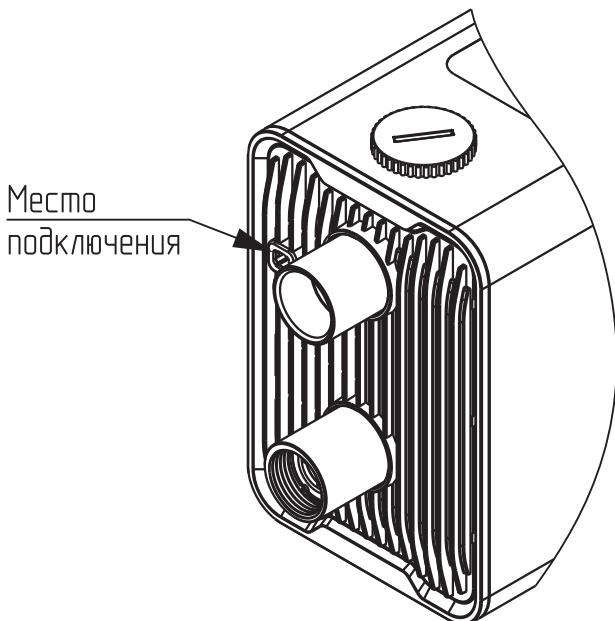

Рис.9 Параллельное подключение насосов
1. Подключите оба насоса по сигнальному проводу (**Рис.9**) (приобретаться отдельно);